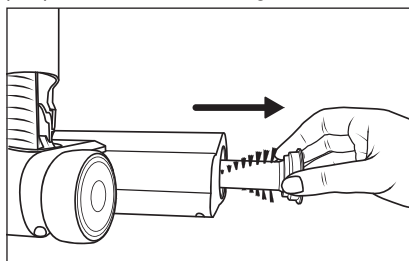

Fig. 27
- 3) Sfilare il rullo a spazzola **20** dalla spazzola per pavimenti **21** (vedere fig. 27).